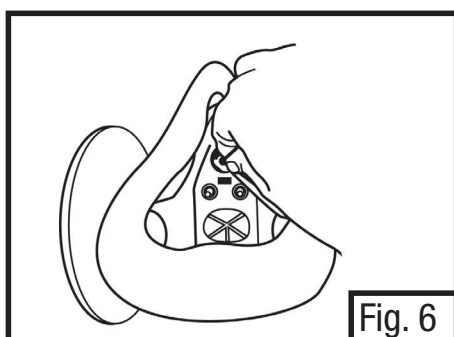

Fig. 6
8. Instale o clipe retentor e a concha de sucção no tubo amostrador dentro da peça facial do respirador. (Fig. 6)